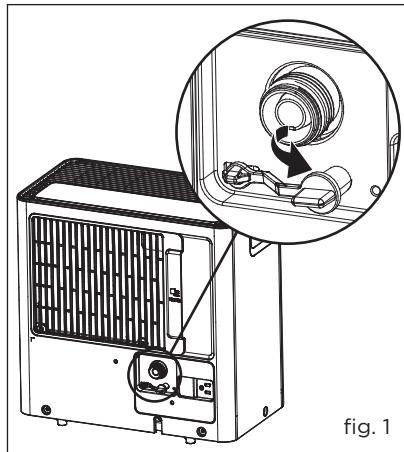

fig. 1
- Retire el tapón de agua de la salida de drenaje posterior de la unidad (fig. 1).